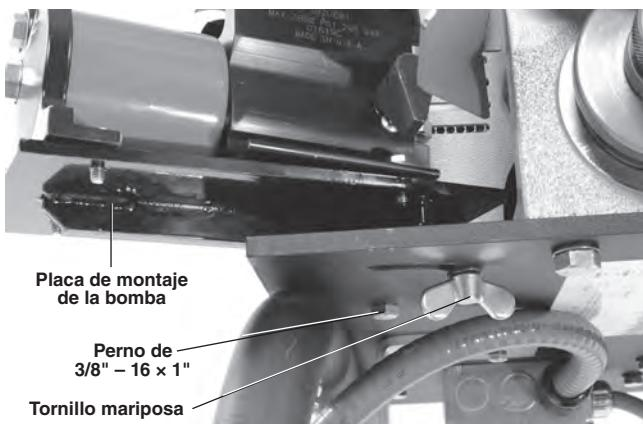

Figura 6 – Montaje de la bomba hidráulica
7. Coloque la placa de montaje de la bomba sobre el agujero y la ranura del lado del interruptor de la máquina 918-I. Desde debajo de la chapa de montaje, introduzca el perno de $\frac{3}{8}$ " - 16 x 1" y su arandela dentro del agujero y atorníllelo a la placa de montaje de la bomba (*Figura 6*).